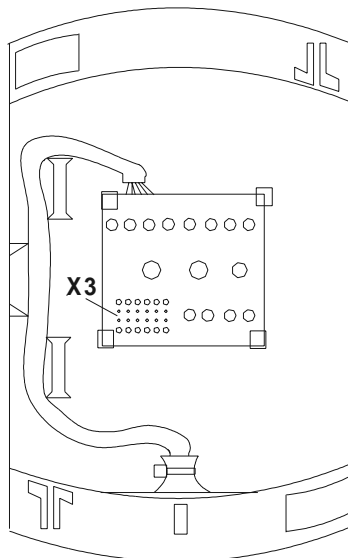

Abbildung 3: Aufputzmontage
- Anschlußplatine (1) gem. Abbildung 3 mit den Anschlußklemmen nach unten in das Gehäuseunterteil einrasten. Dazu die Rasthaken mit den Fingern leicht auseinanderdrücken.